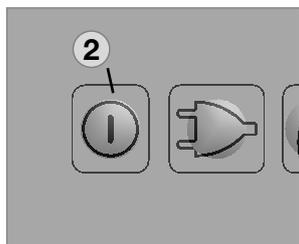

Fig. 42
- Les modèles MES et AES sont déconnectés au moyen de la touche " **MODE** ". Tenez la touche (2) enfoncée pendant 3 secondes. L'affichage disparaît et l'appareil est entièrement déconnecté (Fig. 42).